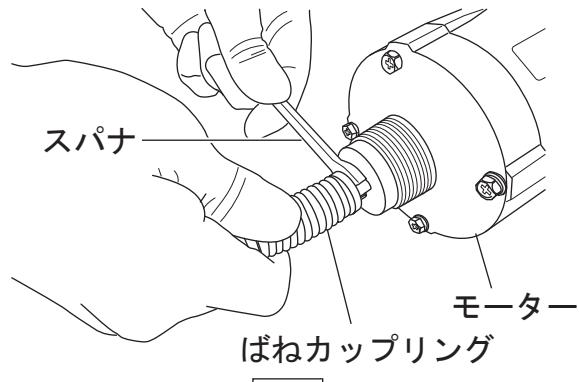

図4
2. モーターにねじ固定されているばねカップリングを外す。(図4)
3. ばねカップリングをモーターに固定し、ばね部と六角シャフト部にグリースを塗布する。(図4)